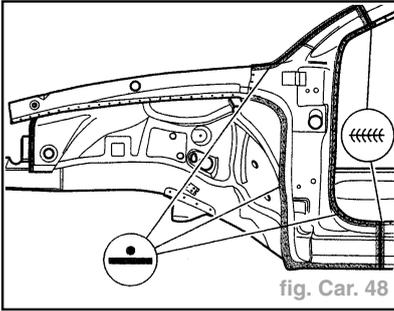

fig. Car. 48
- Souder le montant **A**, soudure par points RP (fig. Car. 48).